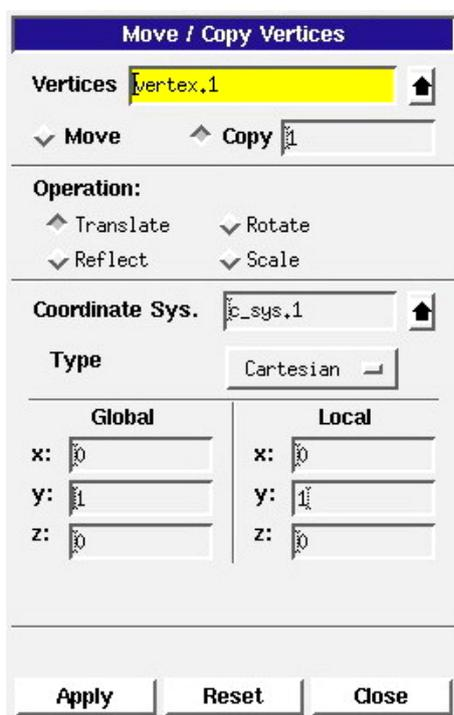

Рис. 5
- *перемещение/копирование узлов (Move/Copy Vertices)* - рис. 5. В поле *Узлы (Vertices)* необходимо выбрать узлы. Это можно сделать в основном окне выделив нужные узлы мышью, либо нажав на стрелку справа от желтого поля, и выбрав их в появившемся списке. Переключатели *Переместить (Move)* и *Копировать (Copy)* соответствующим образом меняют режим
у диалог будет выглядеть как на рис. 5.